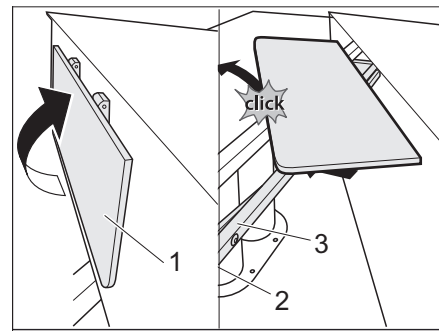

Bild 120 Abstützkante aufstellen
- Abstützkante (Bild 120,1) entriegeln und nach oben schwenken, bis sie einrastet.